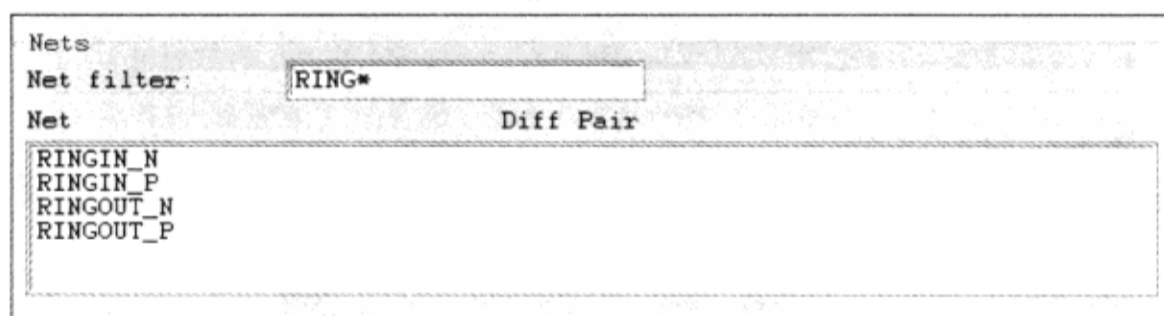

图 6-2-3 指定网络
(3) 在“Assign Differential Pair”对话框的“Nets”区域的“Net filter”栏中输入“ring\*”→按“Tab”键，仅 4 个网络在“Net”列表框列出，如图 6-2-3 所示。